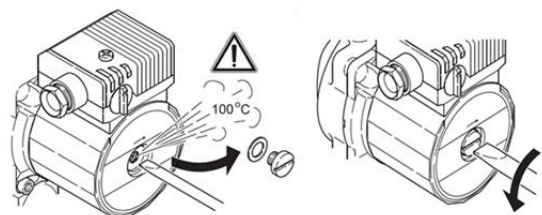

Рисунок 15. Проверка вала насоса
- ✓ Поверните вал двигателя с помощью отвертки по стрелке (см. рис. 15).